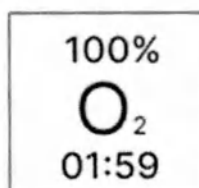

Рисунок 4.6 – Символ процедуры оксигенации
- 3 Нажмите кнопку «Старт» и проконтролируйте появление символа процедуры оксигенации с таймером обратного отсчета, по которому можно контролировать время, оставшееся до конца процедуры калибровки (см. рисунок 4.6).